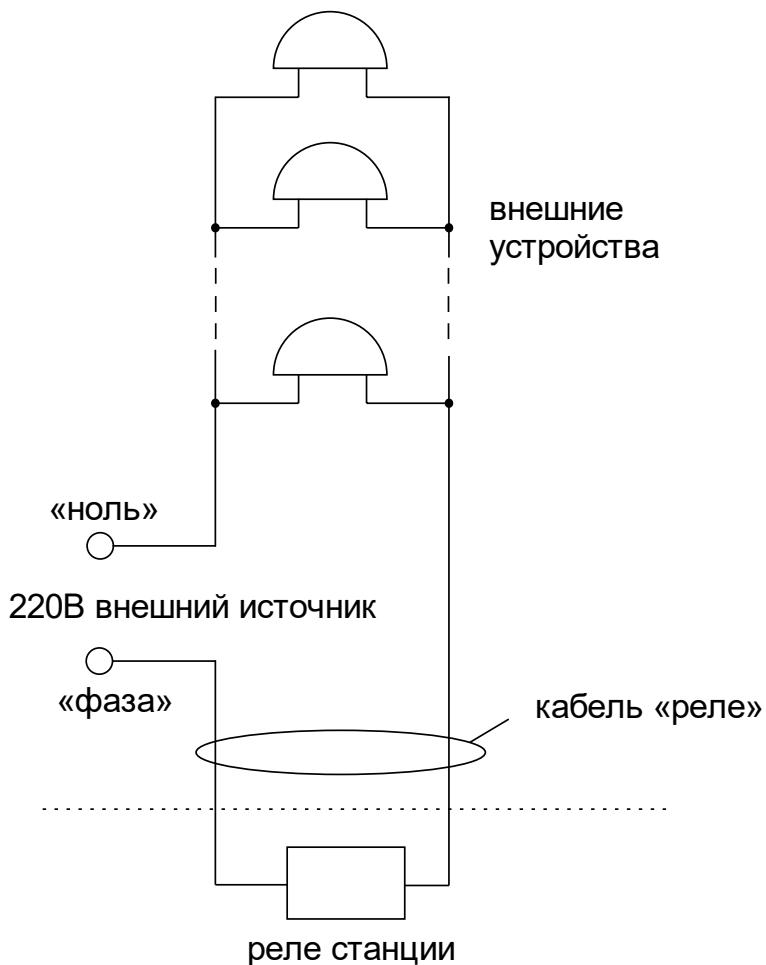

Рис. 1.
Внешние устройства должны подключаться к часовой станции по схеме рис. 1. При этом для питания внешних устройств используется внешнее электропитание 220 В, независимое от электропитания часовой станции.
4.5. Кабель «Реле» необходимо подключить, используя клеммную колодку (коробку), следующим образом (см. схему на рис.1). На один из проводов кабеля «Реле» необходимо подать «фазу» внешнего напряжения электросети 220 В, предназначеннной для питания внешних устройств; второй провод кабеля «Реле» подключить непосредственно к одному из входов питания внешних устройств; другой вход питания внешних устройств подключить на «ноль» питающей электросети 220 В. Все внешние устройства должны быть соединены друг с другом по входам питания параллельно. К внешним устройствам относятся, например, школьные звонки громкого боя.